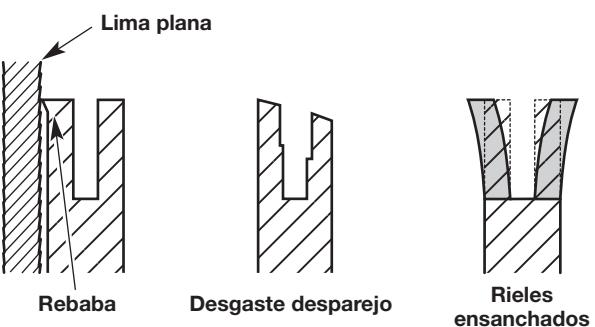

Fig. 50
3. Controle frecuentemente si hay daño en la barra de guía (Fig. 50). El biselado y desbarbado de los carriles de la barra de guía (los rebordes a ambos lados de la canaleta de la barra) es un proceso normal del desgaste de la barra. Estas fallas deben corregirse con una lima tan pronto ocurrén (Fig. 50). Una barra de guía con las fallas siguientes debe ser reemplazada: